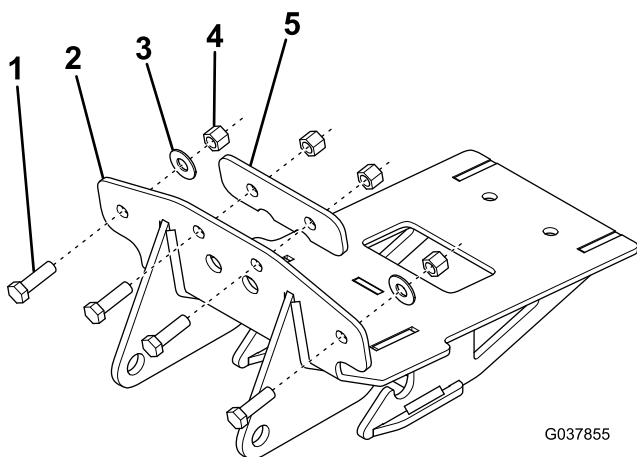

Figura 1
4. Con 4 pernos, 2 arandelas planas y 4 contratuercas, conecte, sin apretar, la placa de protección del chasis inferior y la placa de respaldo al bastidor del vehículo (Figura 1).